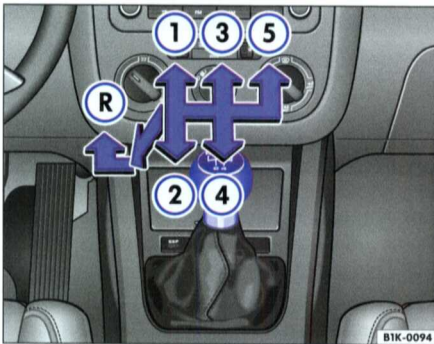
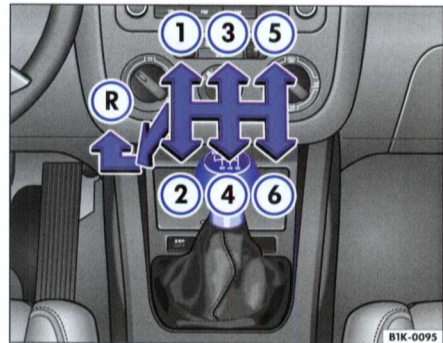

Fig. 94 Détail de la console centrale : grille des vitesses de la boîte mécanique à 5 vitesses
Fig. 95 Détail de la console centrale : grille des vitesses de la boîte mécanique à 6 vitesses
- Poussez le levier de vitesses vers le bas et amenez-le au maximum vers la gauche, puis en avant dans la position de la marche arrière ⇒ fig. 94 (R) ou ⇒ fig. 95 (R), comme indiqué sur la grille des vitesses représentée sur le pommeau du levier.